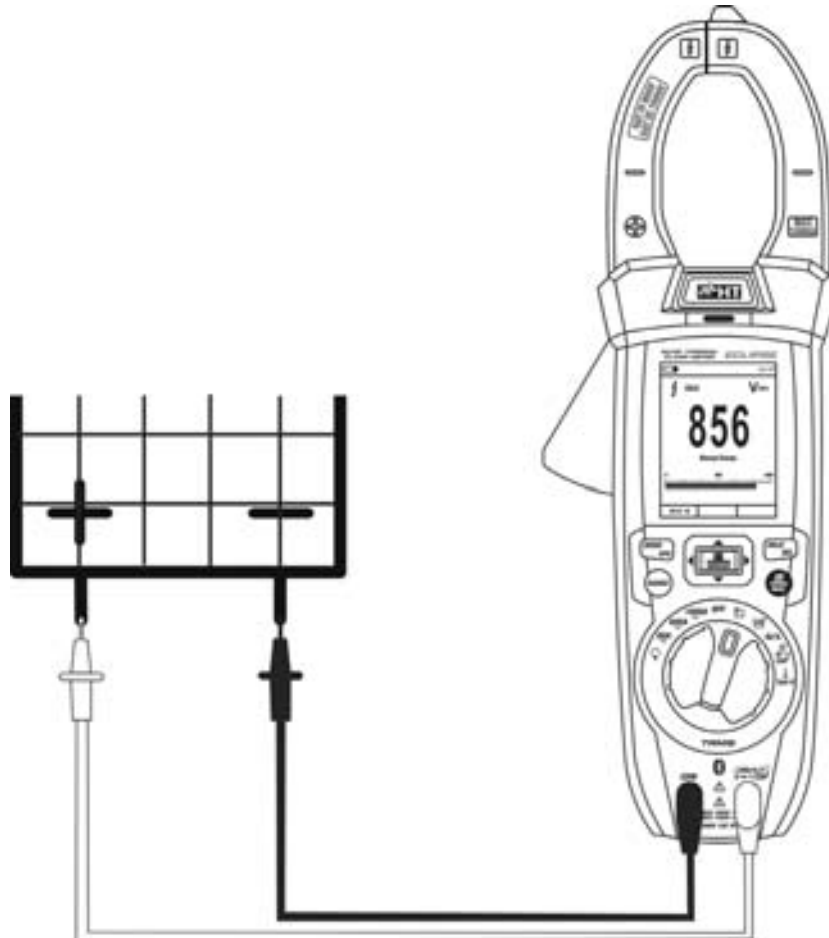

Fig. 23: Uso dello strumento per misura di Tensione DC
4. Posizionare il puntale rosso ed il puntale nero rispettivamente nei punti a potenziale positivo e negativo del circuito in esame (vedere Fig. 23). Il valore della tensione è mostrato a display
6. La visualizzazione del simbolo "**-**" sul display dello strumento indica che la tensione ha verso opposto rispetto alla connessione di Fig. 23.